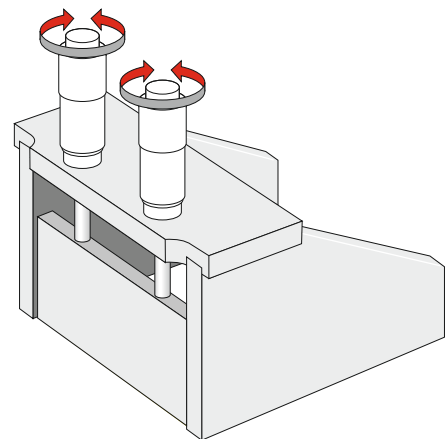

Bild 3
- 2 Stellen Sie die Mikrometerschrauben auf den gewünschten Messerspalt ein (Bild 3).